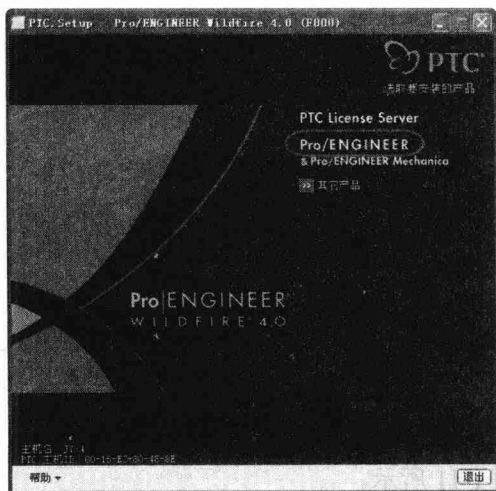

图 1-4 选取要安装的产品界面
(3) 安装完成许可证管理配置后, 单击 **下一步 >** 按钮进入选取要安装的产品界面, 如图 1-4 所示。